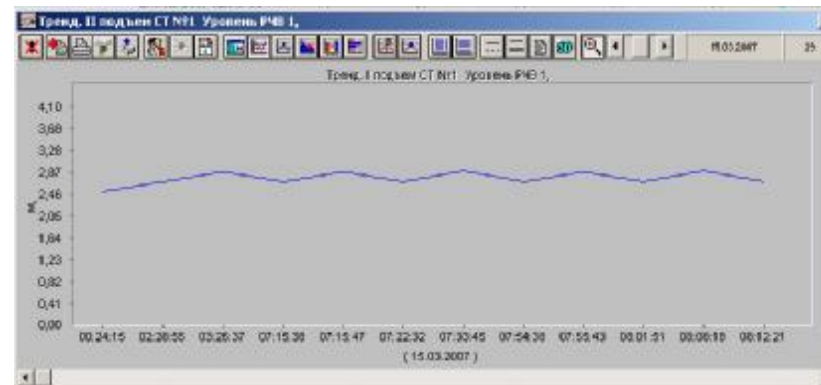

Рис. 33
10.3. На экране появится окно, содержащее график изменения параметра и ряд инструментов для визуализации тренда (см. **рис. 33**)